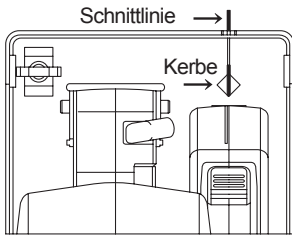

Abb. 7
1. Richten Sie die Visierlinie am Gleitschuh auf Ihre Schnittlinie aus. (Siehe Abb. 7.)